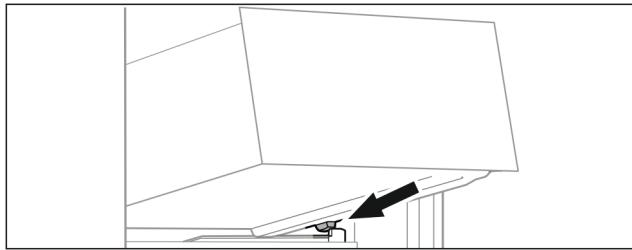

Fig. 15
- ▶ Наклоняя вниз, установите выдвижной ящик за стопоры на контейнерное ребро Fig. 15 (1).